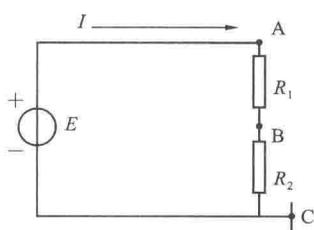

图 1.6
**【例 1.1】** 如图 1.6 所示电路, 已知电动势  $E=10\text{V}$ ; 电阻  $R_1=4\Omega, R_2=6\Omega$ 。试求:
① 以 C 为参考点, 试求 A、B、C 点电位及 AB、BC 两点间的电压;
② 以 B 为参考点, 试求 A、B、C 点电位及 AB、BC 两点间的电压。
**【解】** ①